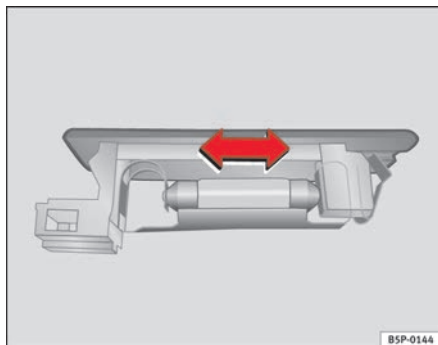

Abb. 171 Gepäckraum-
- Die Lampe zur Seite drücken und aus ihrer Halterung herausnehmen ⇒ Abb. 171.